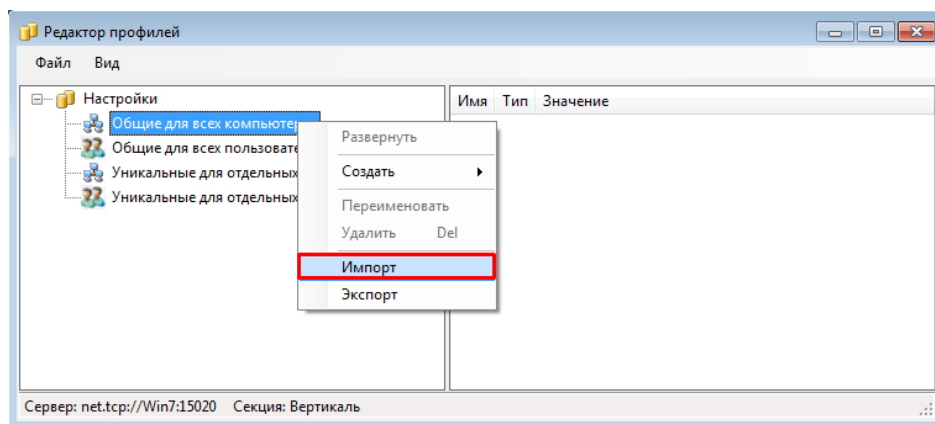

Рис. 3.8
3. С помощью Редактора профилей выполните импорт ранее сохраненных настроек в соответствующие секции (рис. 3.8).